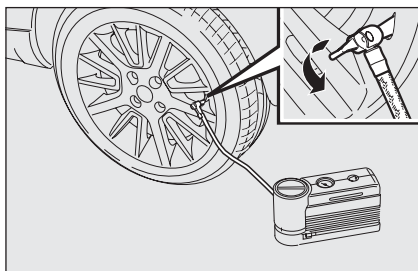

fig. 12
- dopo aver guidato per circa 10 minuti fermarsi e ricontrollare la pressione del pneumatico **fig. 12**; ricordarsi di azionare il freno a mano;